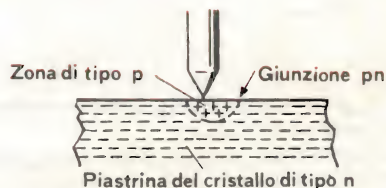

Fig. 8 - Formazione di una giunzione *p-n* in un diodo a punta di contatto (a forte ingrandimento).
**Diodo,** dispositivo a semiconduttore che grazie alla presenza di una giunzione *p-n* lascia passare la corrente più intensa in una sola direzione. Esistono diodi con giunzione a punta di contatto (che servono per raddrizzare deboli correnti alternate, fig. 6) e diodi a giunzione (attualmente i più diffusi, fig. 7). Nei primi l'effetto giunzione è prodotto tramite una punta metallica che «tocca» la superficie di un cristallo semiconduttore. La zona della superficie «toccata» dalla punta metallica costituisce la giunzione del diodo. Siccome quest'area è molto piccola, anche la capacità di giunzione risulterà ridotta, di conseguenza questi diodi sono impiegati principalmente per raddrizzare o rivelare correnti alternate a frequenza elevata (fig. 8). Per questa loro configurazione sono chiamati anche *diodi a baffo di gatto*.